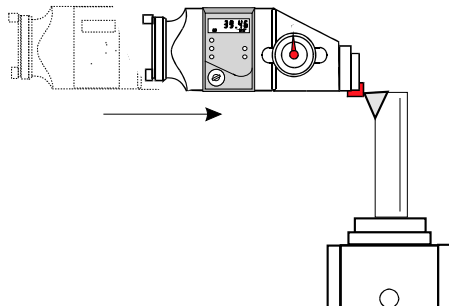

Abb. 8.1
- Mit dem Handrad der X-Achse den 2-D-Taster an die Werkzeugspitze heranfahren (Abb. 8.1).